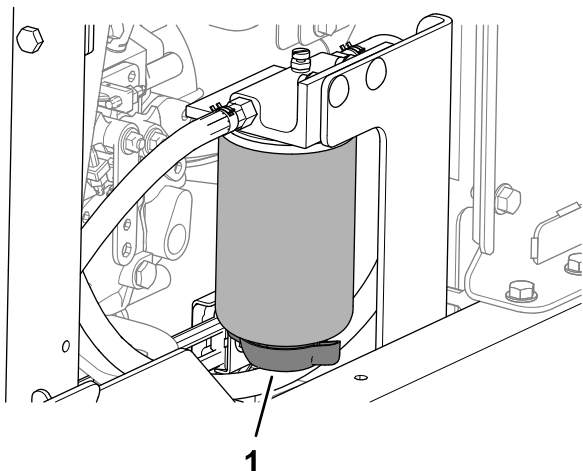

Figura 115
3. Alinhe uma bandeja de drenagem sob a válvula de drenagem do separador de água combustível (Figura 115).